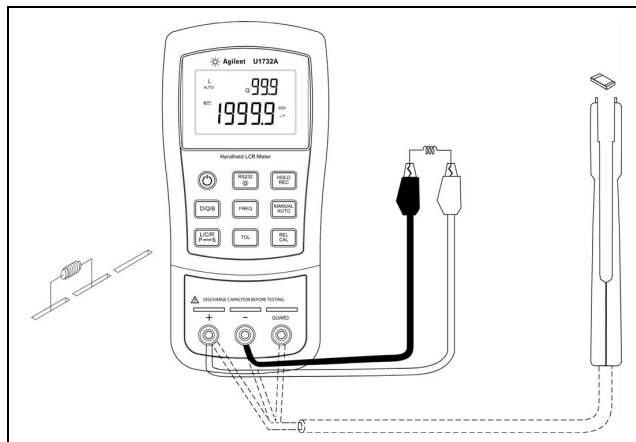
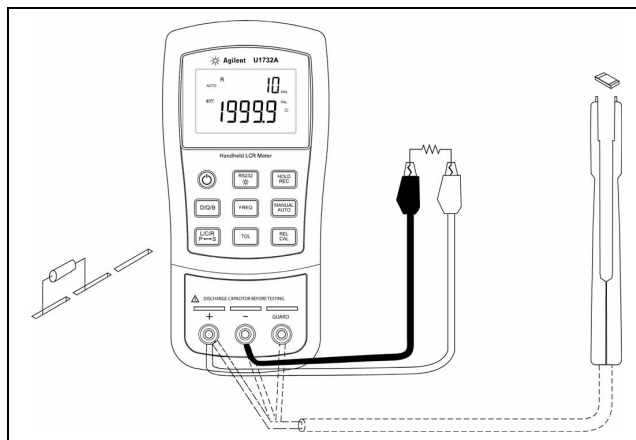

Figure 1-1 Mesure d'inductance
Figure 1-3 Mesure de résistance
- 1 Appuyez sur la touche **L/C/R** pour sélectionner la mesure d'inductance (L), de capacité (C) ou de résistance (R).
- 7 L'installation pour les mesures L/C/R est illustrée de la figure 1-1 à la figure 1-3.